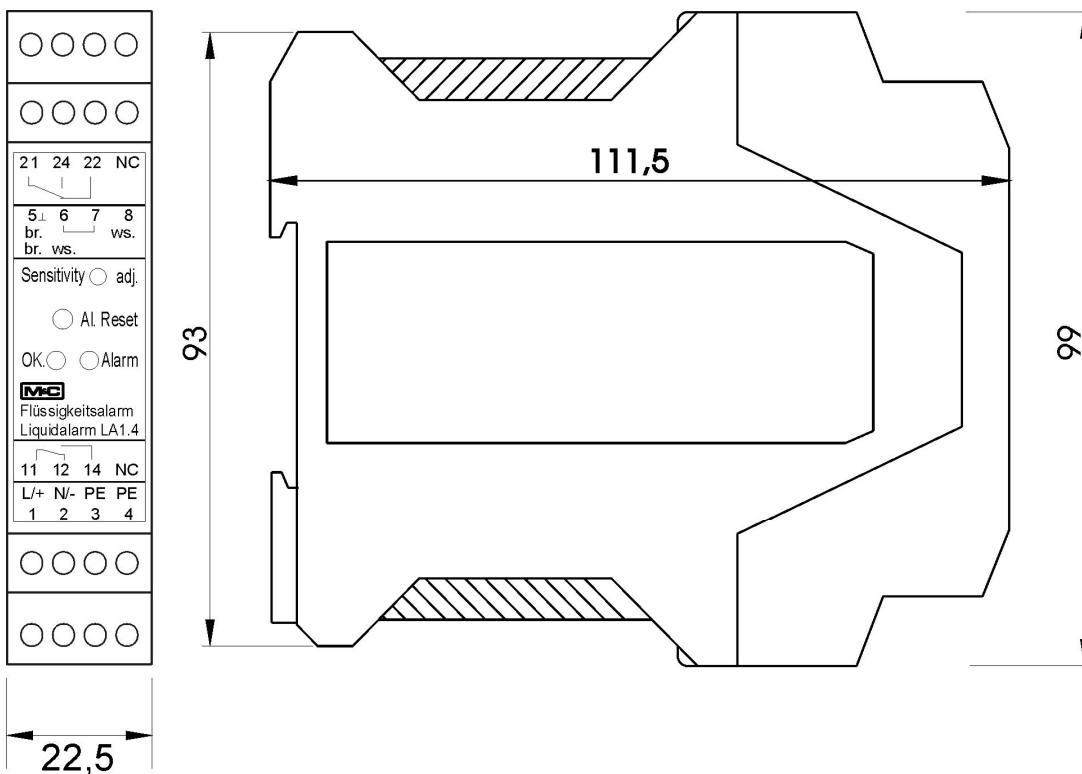

Abbildung 7 Elektrischer Anschluss und Abmessungen LA1.4
- Jumper an JP1 von Position: 2-3 (keine Alarmspeicherfunktion) auf die Position 1-2 umstecken (siehe Abbildung 4 bzw. Abbildung 7).